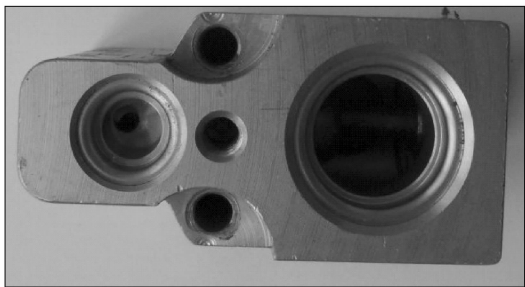

图3-6 膨胀阀实物图(捷达)
(1) 膨胀阀的特点和类型 膨胀阀也称节流阀,是组成汽车空调制冷系统的主要部件,安装在蒸发器入口处,是汽车空调制冷系统的高压与低压的分界点。膨胀阀的结构形式有3种,分别为外平衡式膨胀阀、内平衡式膨胀阀和H形膨胀阀。(捷达轿车)膨胀阀如图3-6所示。